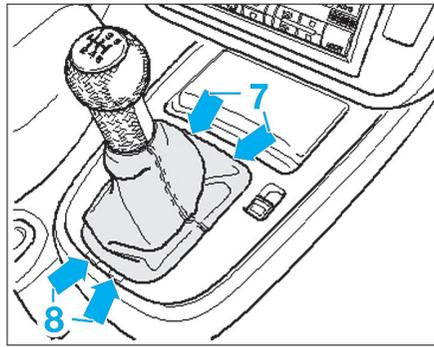

Fig. 45
- En enfonçant l'arbre de commande des vitesses, tourner la pièce coudée (1) vers le haut en (6) tout en la poussant en (5) jusqu'à ce qu'elle s'encliquette.
- Dégager avec précaution le cache de la console centrale en faisant levier en (7) et (8) (Fig.45).